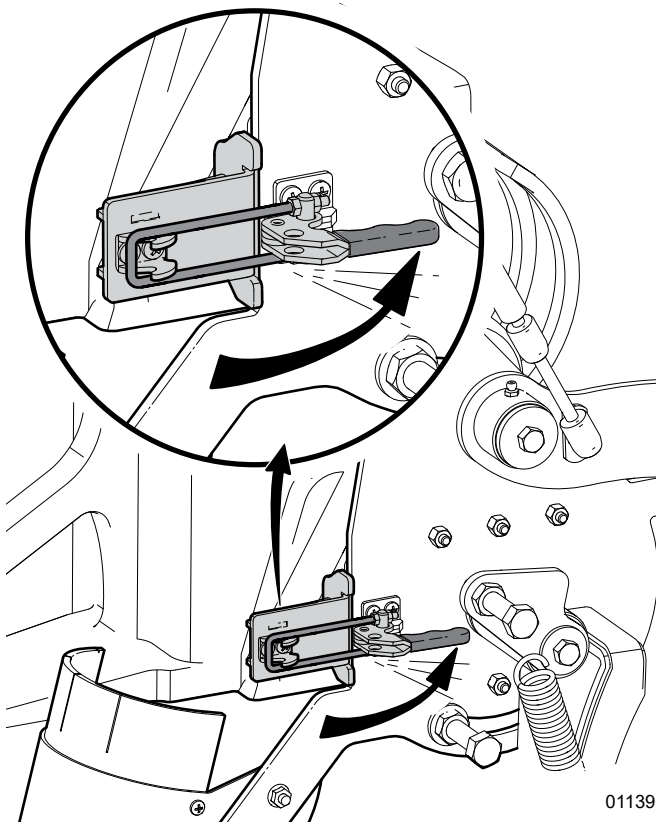

Fig. 29 – Loquet du support
1. Retirez les écrous du couvercle du pignon de la chaîne de votre scie à chaîne. Certaines scies à chaîne ont des écrous de guide-chaîne captifs dans le couvercle du pignon de chaîne. Pour ce type de scie, remplacez les écrous de guide-chaîne par des bagues-espaceurs (2).
2. Vissez les deux goujons de montage sur barre (3) sur les goujons de montage de la barre du guide-chaîne.
3. Installez l'adaptateur (1) sur les goujons de montage de la barre.
4. Fixez le tout au moyen des boulons hexagonaux M8 x 20 mm et des rondelles (4).
5. Ouvrez le loquet du support. Pour plus d'informations, consultez Fig. 29 on page 42.